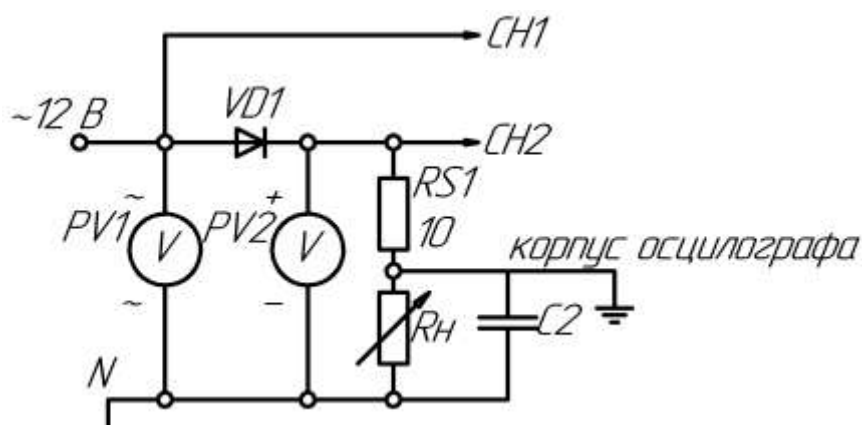

Рис. 30
4) Включить конденсатор $C2$ параллельно сопротивлению нагрузки (рис. 30); снять осциллограммы напряжения на диоде U_a и анодного тока I_a . Снять осциллограмму напряжения на нагрузке U_n , переключив корпус осциллографа на общий провод, не забудьте определить масштабы по току и напряжению;